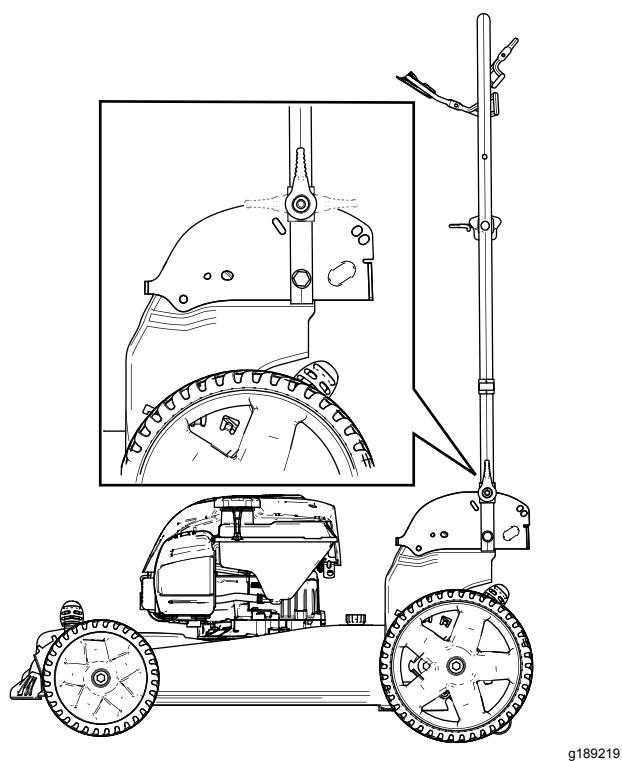

Figura 23
3. Pliegue el manillar hacia adelante, a la posición vertical o a la posición de plegado completo, según se indica en Figura 23.